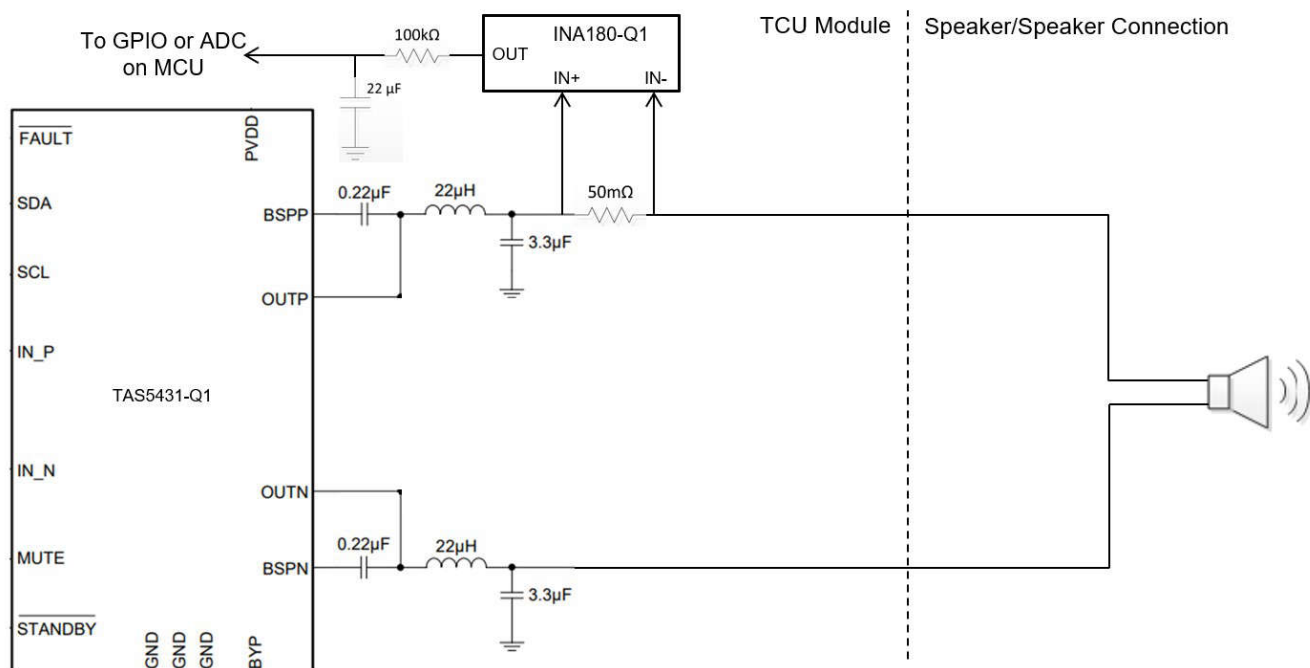

図4. TAS5431-Q1 を使用してシンプルな電流センス アンプ回路を実装することで、オープン回路を検出できる
電流センス抵抗、電流センス アンプ、抵抗コンデンサ (RC) フィルタ (図 4) を同じ 5Hz、200mV ピーク ツー ピーク ベースライン信号と組み合わせて実装することで、システムはスピーカまたはオープン負荷状態を検出できるようになります。